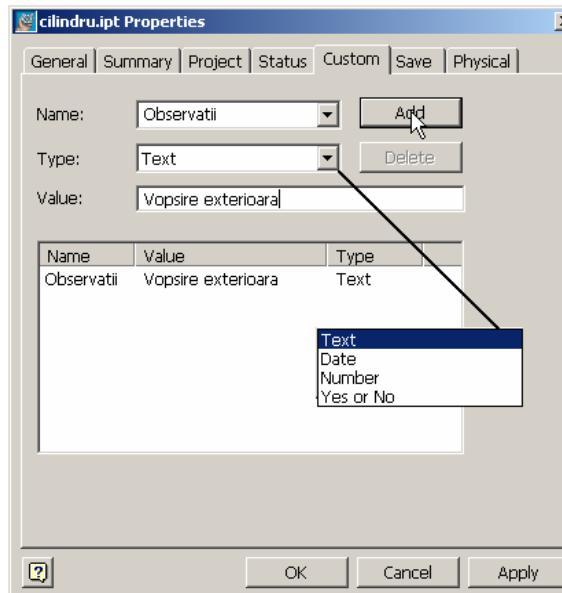

Figura 5.9.10.
- în secțiunea **Custom** a ferestrei **Properties**, figura 5.9.10, se completează câmpul **Name** cu numele proprietății - textul „**Observatii**”;